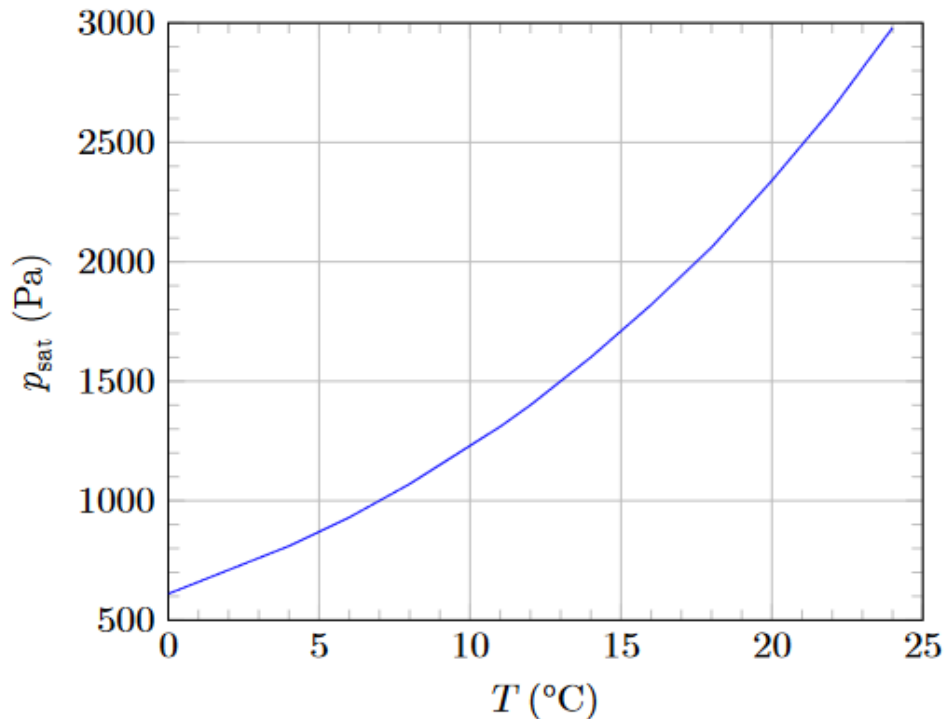

Figure 3 Pression de vapeur saturante en fonction de la température
- son humidité relative HR (ou degré hygrométrique) à la température T : $HR = \frac{p_v(T)}{p_{sat}(T)}$ où p_v est la pression partielle en vapeur d'eau et p_{sat} la pression de vapeur saturante dont la dépendance avec la température est donnée par la figure 3.